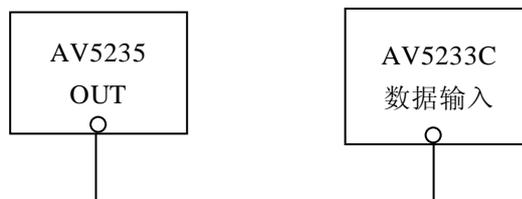

图4-11 状态显示和帧测试连接图
a) 测试连接如图4-11所示。
a) 测试连接如图4-11。